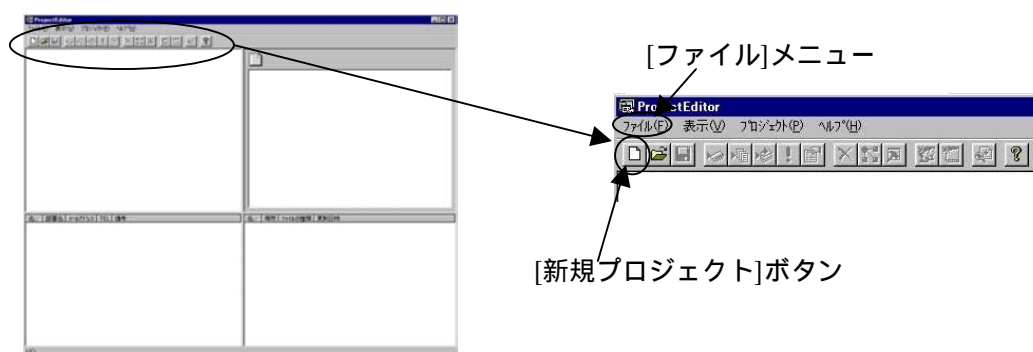

図 19 プロジェクトエディタ
2. プロジェクトエディタ (図 19) の[新規プロジェクト]ボタン